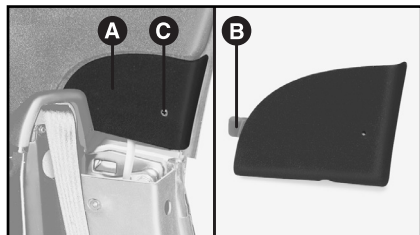

fig. 62
2) Démontez les panneaux latéraux internes **A-fig. 62** de revêtement du hard top, en dévissant les vis de fixation.
7) Monter les panneaux latéraux **A-fig. 62** en introduisant la languette **B** dans son logement sur le revêtement du hard top et en les fixant à l'aide de la vis **C**.